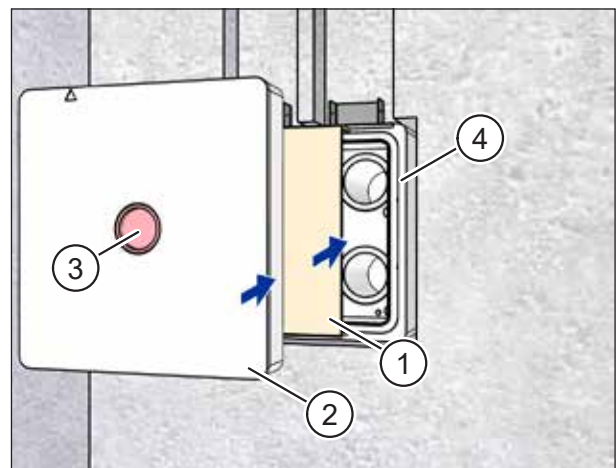

Abb. 18: Kartoneinlage und Putzschutzdeckel einsetzen
- ▶ Setzen Sie die Kartoneinlage (Pos. 1 in Abb. 18) in den Mauerkasten (Pos. 4 in Abb. 18) bis zum Anschlag ein.
- ▶ Setzen Sie den Putzschutzdeckel (Pos. 2 in Abb. 18) in den Mauerkasten (Pos. 4 in Abb. 18) bis zum Anschlag ein.
- ▶ Kontrollieren Sie, dass der rote Signaldeckel (Pos. 3 in Abb. 18) im Putzschutzdeckel sitzt.